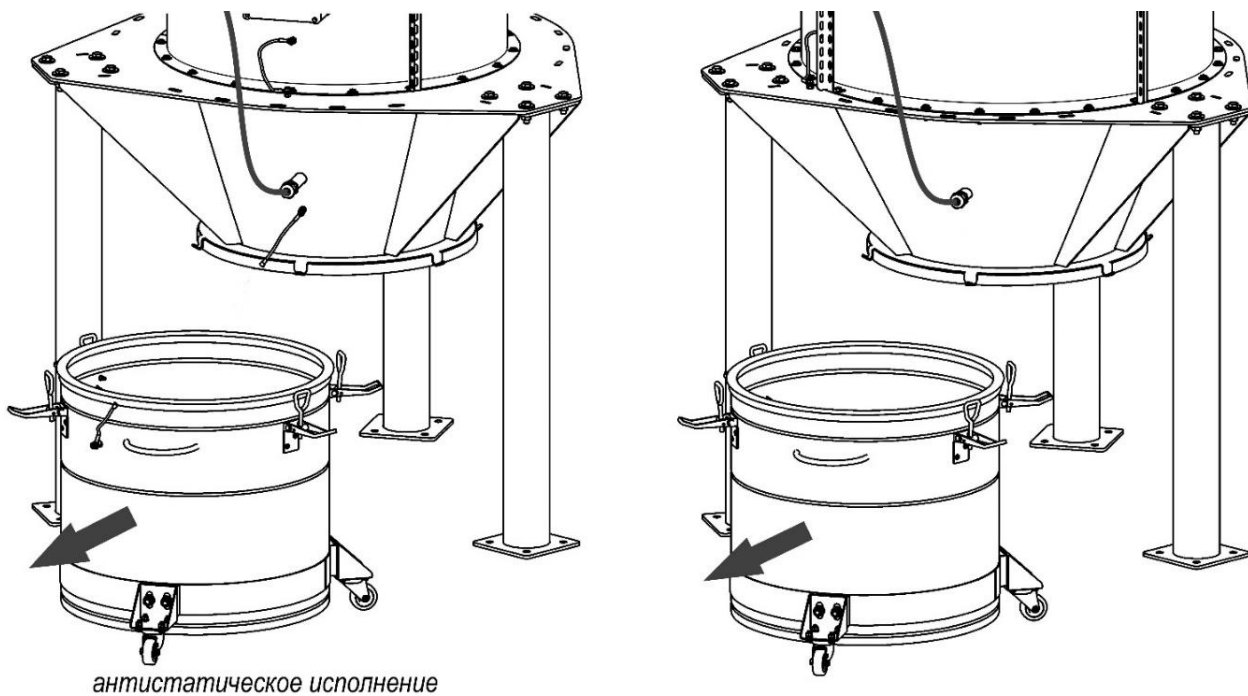

Рисунок 27
6.10.2 Для очистки пылесборников необходимо (рисунок 27):